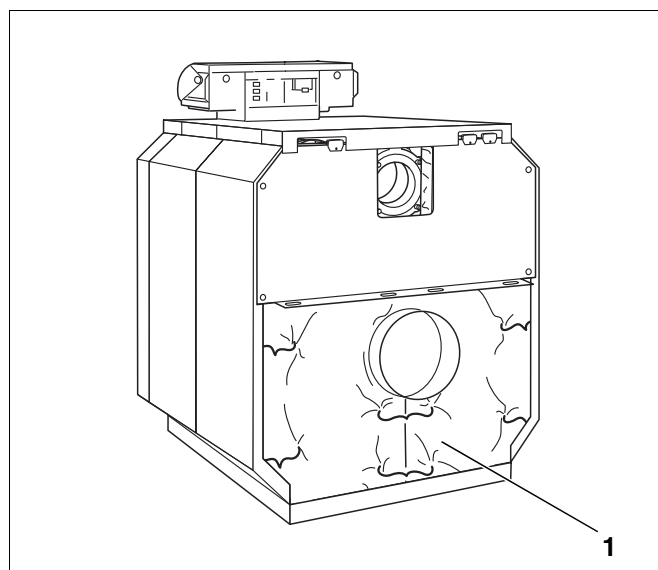

Fig. 70 Sammentrækning af isoleringen til bagelementet.
- Vip isoleringen til det bageste element ned, og træk den sammen med spændefjederen under røggasstudsens. (Fig. 70, **pos. 1**).